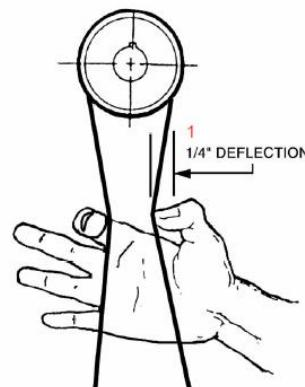

Рис. 10:1 – прогиб 6,4 мм
2. Проверить натяжение ремня. Надлежащее натяжение обеспечивается при прогибе ремня приблизительно на 6,4 мм по центру межосевого расстояния шкивов при приложении в этой точке слабого усилия (*Рис. 10*).